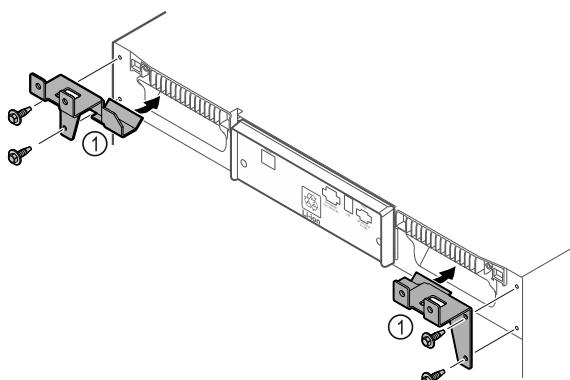

Fig. 9
- Namontujte prídržné diely Fig. 9 (1) na zariadenie pomocou priložených skrutiek.